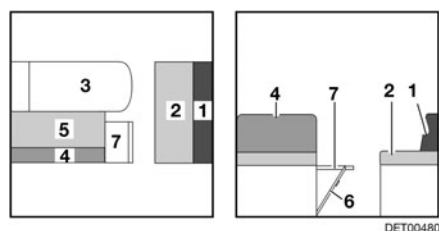

Fig. 120 Pendant la transformation
- Rabattre la rallonge de la banquette (Fig. 120,7) vers le haut et enclencher avec le rabat.